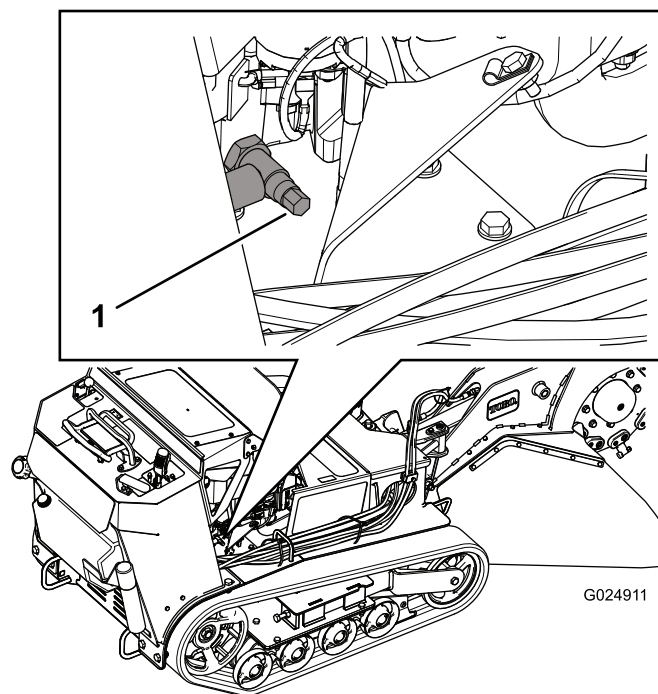
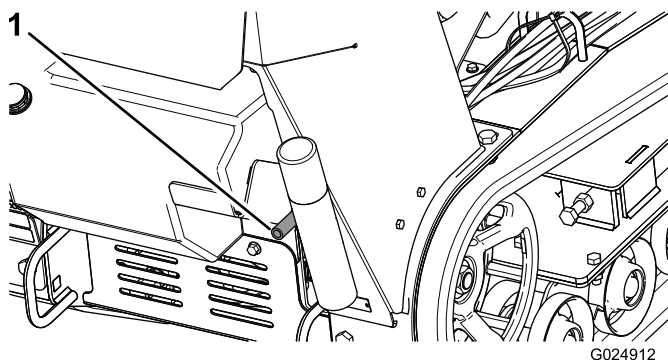

Figure 32
Figure 33
4. Placez un bac sous le flexible de vidange. Tournez le robinet de vidange pour permettre à l'huile de s'écouler (Figure 32 et Figure 33).